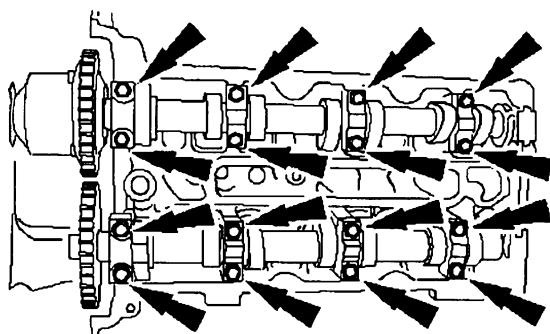

图 11-16 拆卸轴承盖
1) 拆卸右侧进气凸轮轴轴承盖和右侧排气凸轮轴轴承盖，如图 11-16 所示。